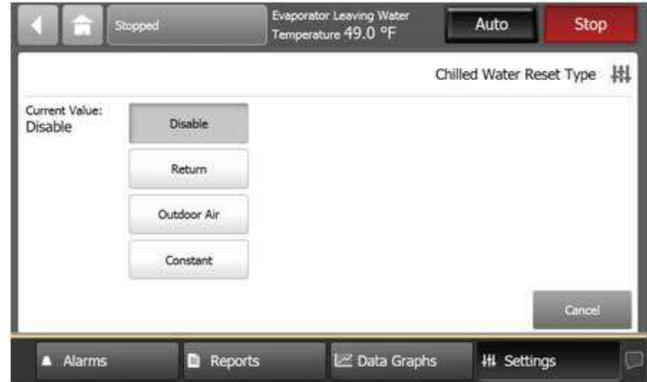

Figura 35. Pantalla de tipo de restablecimiento de agua refrigerada
- b. Para las pantallas con teclado numérico (Figura 35), presione los números correspondientes para cambiar el valor actual. El nuevo valor aparecerá sobre el teclado.